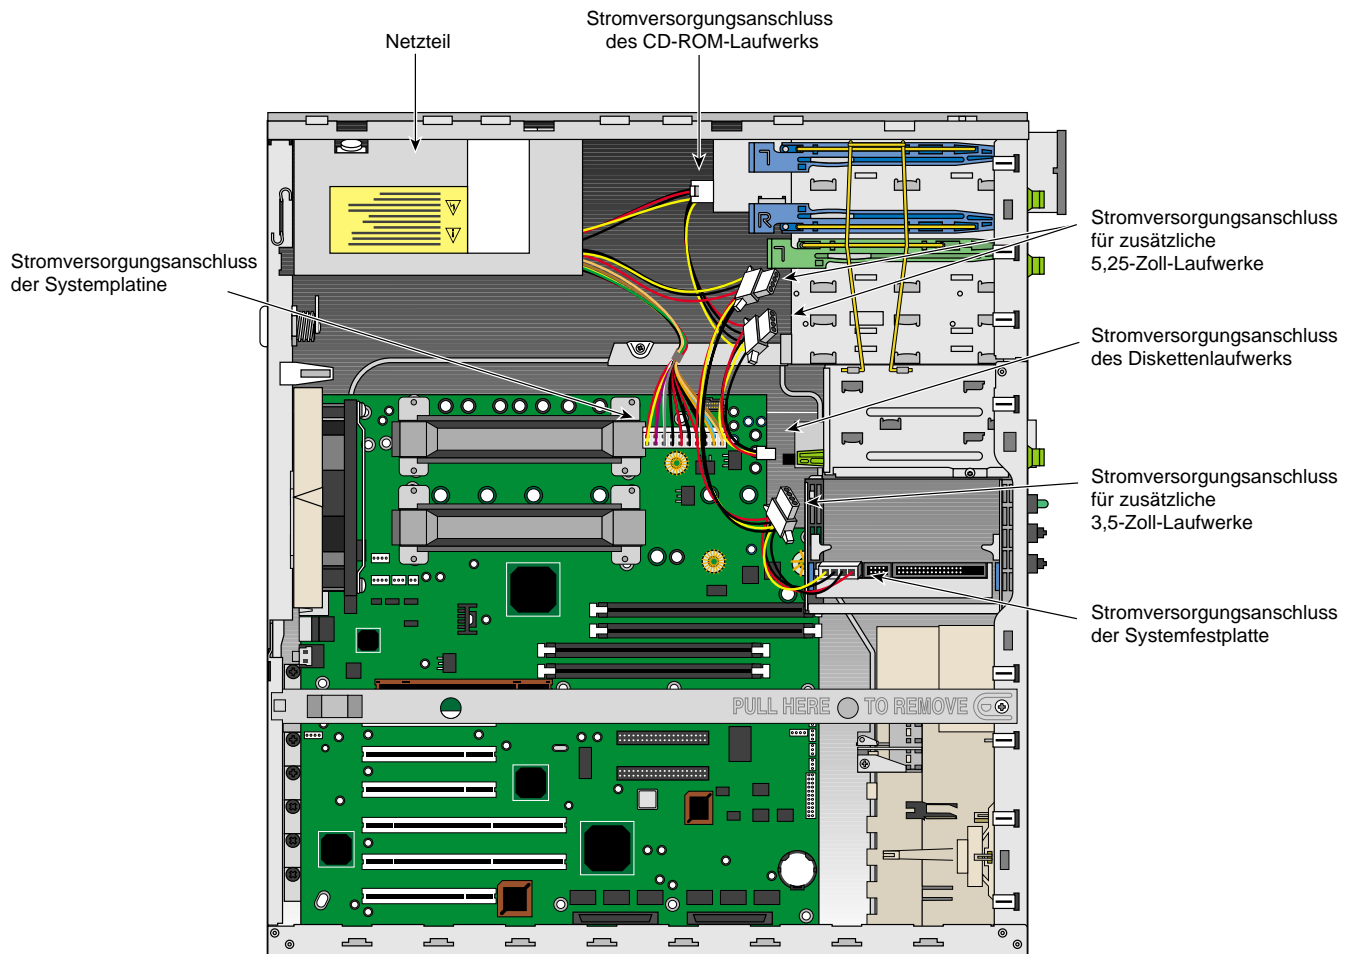

Abbildung 2-15 Anschließen der Stromkabel
3. Lösen Sie alle Stromkabel von der Systemplatine, den 3,5-Zoll- und den 5,25-Zoll-Laufwerken. Die Lage der Kabelanschlüsse entnehmen Sie bitte Abbildung 2-15 auf Seite 37.
10. Schließen Sie die Stromkabel an die Systemplatine, das/die Festplattenlaufwerk(e), das CD-ROM-Laufwerk und das Diskettenlaufwerk an. Die Lage der Stromkabelanschlüsse geht aus Abbildung 2-15 hervor.